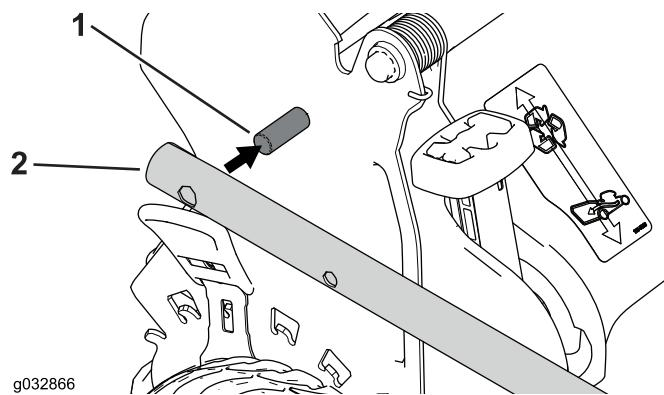

**Figure 3**
1. Retirez les 2 boutons de guidon et les 2 boulons de carrosserie du support de guidon (Figure 3) et conservez-les.